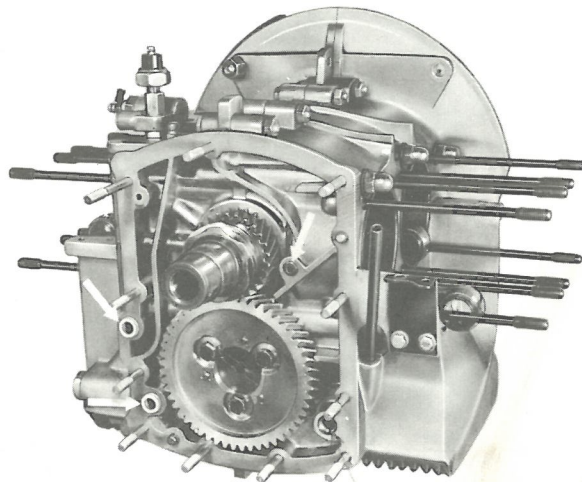

Bild 153
1. Neue Dichtungen verwenden, dabei ist zu beachten, daß die 3 Gummidichtringe zur Verbindung der Ölkanäle zwischen vorderem Lagerdeckel und Kurbelgehäuse (siehe Bild 153, 2 Dichtungen links neben den Steuerrädern) nicht vergessen werden und beim Aufsetzen des vorderen Lagerdeckels nicht herausfallen.